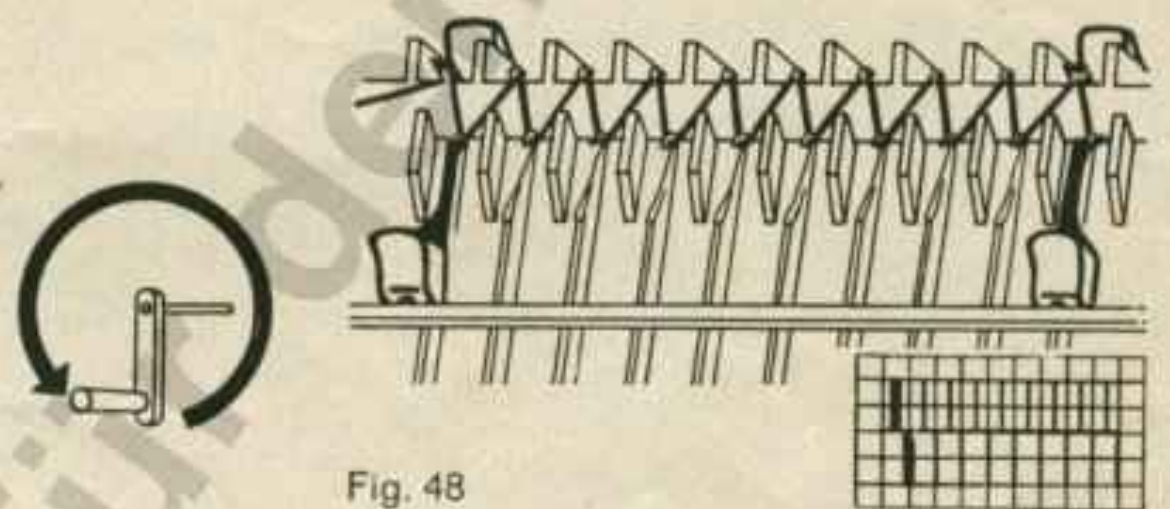

Fig. 48
**1. Gang:** Mit der anderen Hand das Schloss nach links schieben, wobei das «Netz» gelegt wird, d. h. das Garn wird zwischen den beiden Nadelreihen im Zick-Zack ausgespannt, Fig. 48.